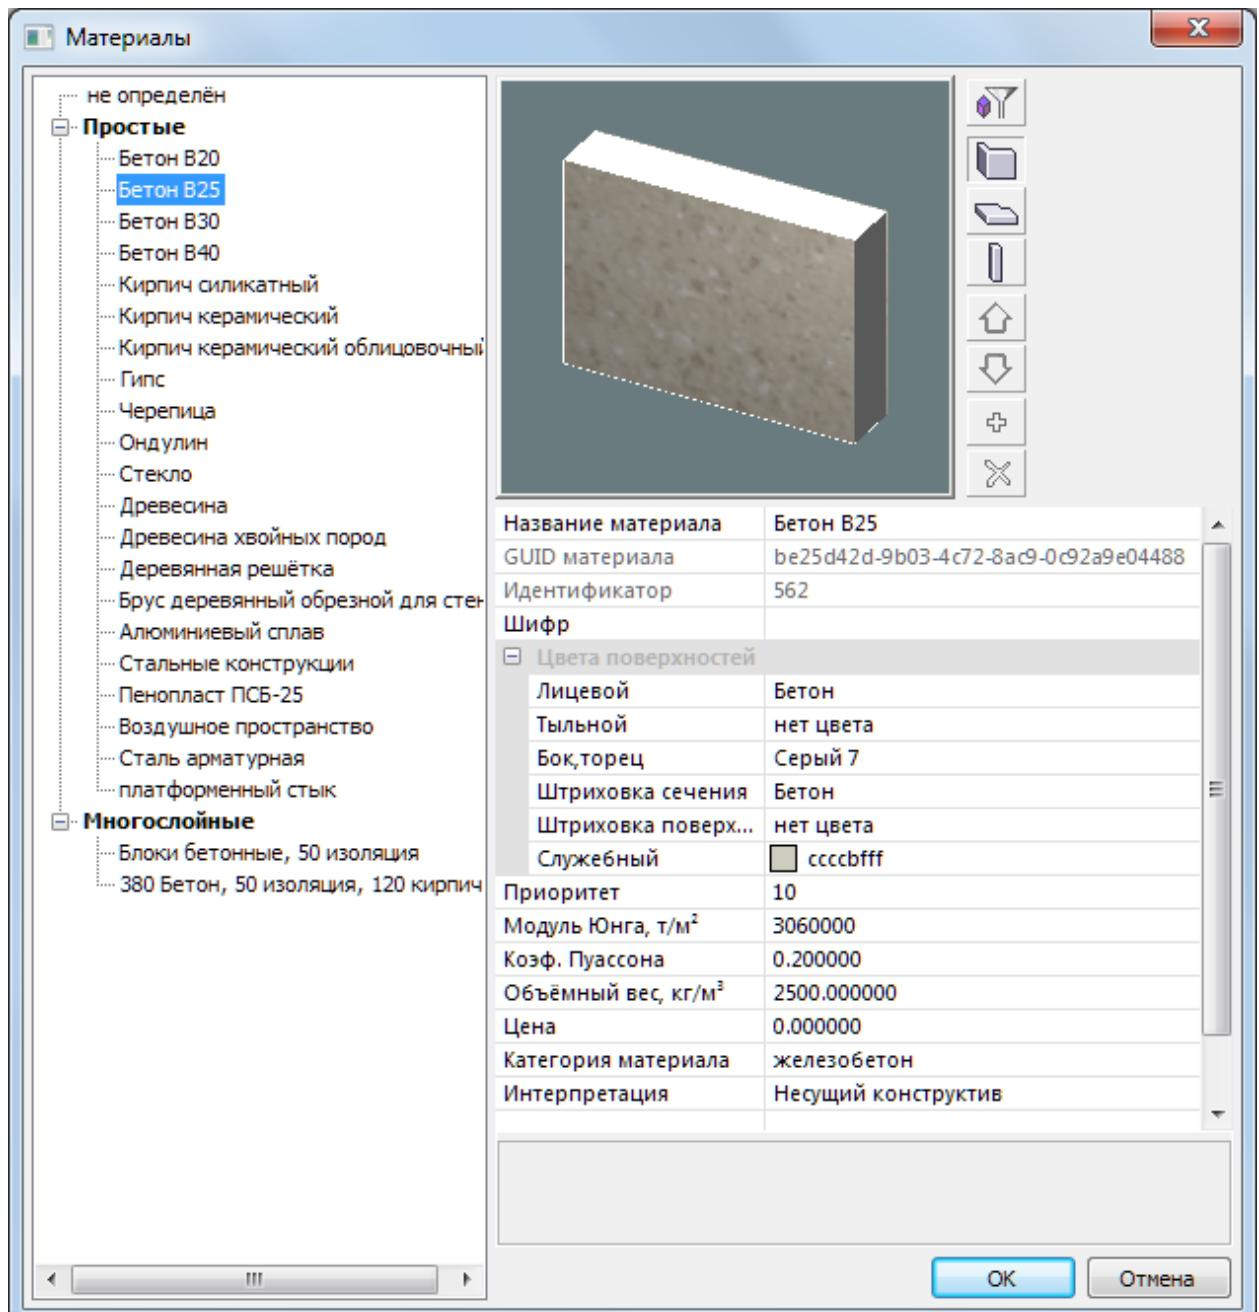

Рис.2.4. Диалоговое окно Материалы
- В диалоговом окне **Материалы** (рис.2.4) выберите из списка материал **Бетон B25**